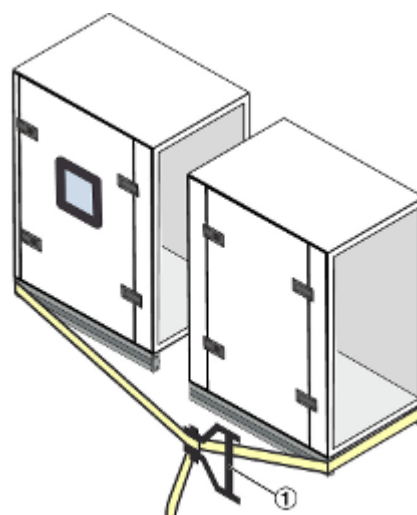

Fig. 15 : Fixation d'une sangle à cliquet sur les unités avec cadre de base
7. ▶ Fixer une sangle au châssis de 2 caissons de la CTA (Fig. 15).